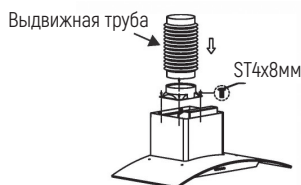

Рис. 2
2. Установите кронштейн в подходящем месте после того, как высота установки будет зафиксирована, и держите его на одной линии. Фиксированная точка крепления внутреннего кронштейна - это место расположения трубы воздуховода. См. рис. 2.